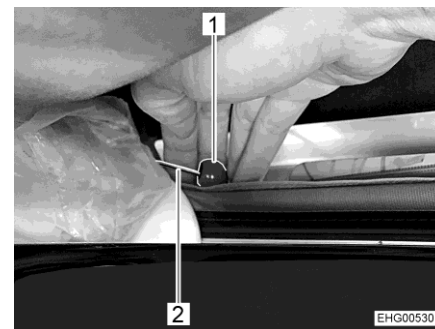

Bild 34 Notentriegelung
- Auf beiden Seiten am roten Knopf (Bild 34,1) des Seilzugs (Bild 34,2) ziehen.